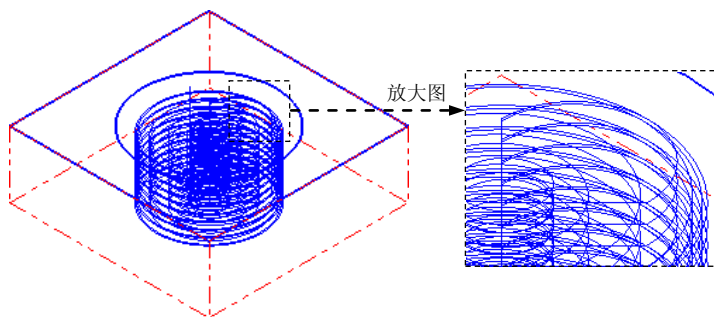

图 4.7.10 刀具路径
Step7. 单击“2D 刀路-全圆铣削”对话框中的**✓**按钮，完成钻孔加工参数的设置，此时系统将自动生成图 4.7.10 所示的刀具路径。
(1) 在“操作管理”中单击 刀路 - 25.0K - CIRCLE_MILL.MC - 程序号 0 节点，系统弹出“刀路模拟”对话框及“刀路模拟控制”操控板。
(2) 在“刀路模拟控制”操控板中单击 按钮，系统将开始对刀具路径进行模拟，结果与图 4.7.10 所示的刀具路径相同，在“刀路模拟”对话框中单击 按钮。
Step2. 保存模型。选择下拉菜单 文件(F) 保存(S) 命令，保存模型。